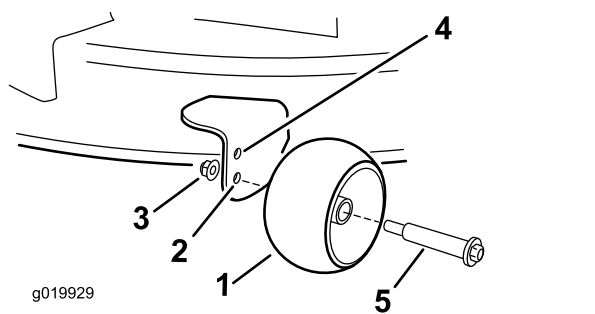

Figure 27
- Trou supérieur – utilisez cette position avec le plateau de coupe à une hauteur de coupe inférieure ou égale à 63 mm (Figure 27).
- Trou inférieur – utilisez cette position avec le plateau de coupe à une hauteur de coupe égale ou supérieure à 76 mm (Figure 27).